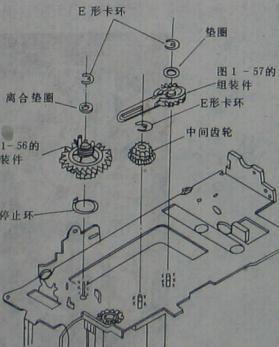
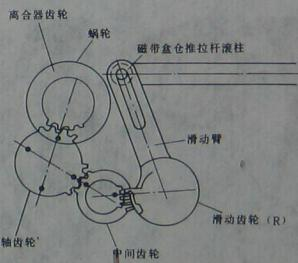

图 1-59 磁带盒仓右侧各个齿轮的组装
图 1-60 蜗轮和离合器齿轮的组装 (1)
5) 参看图 1-59、图 1-60、图 1-61, 组装磁带盒仓右侧的各个齿轮。
组装图 1-60 所示蜗轮和离合器齿轮时, 应装好停止环与离合器齿轮, 并使停止环的凸面与蜗轮的齿块处于图 1-61 所示的相互位置关系上。